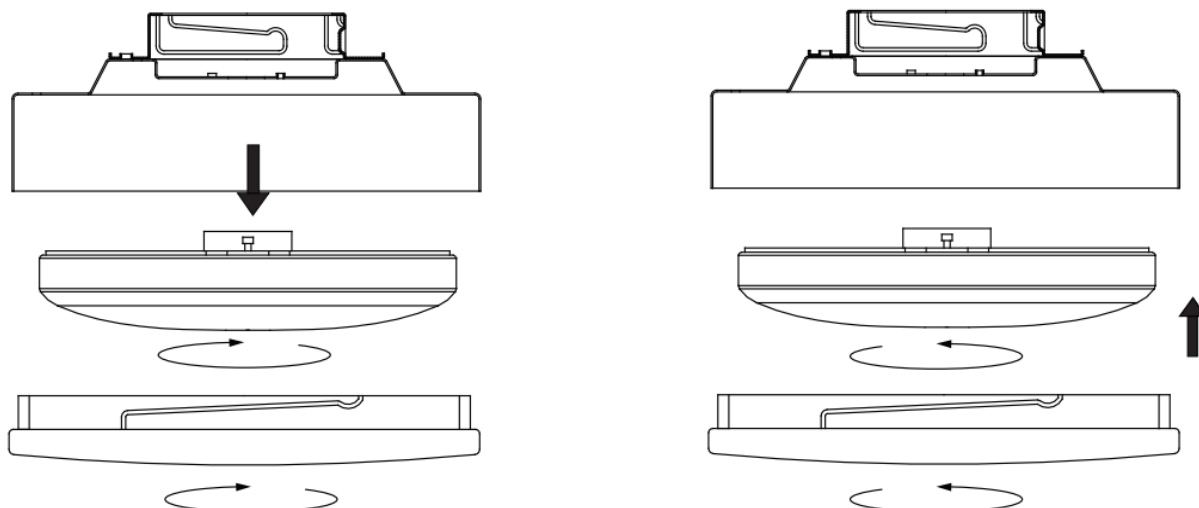

Fig. 7
**INSTALLAZIONE DELLA LAMPADINA (Fig. 7)**